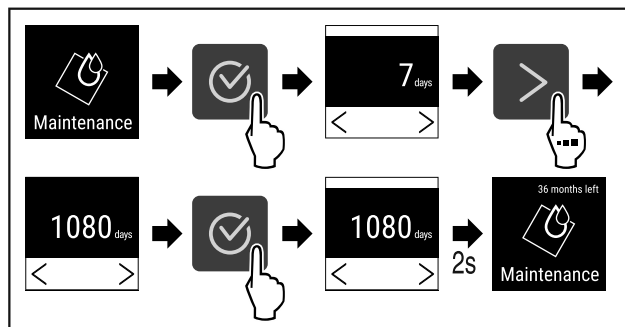

Fig. 78
- ▶ Vykonať kroky akcie (pozri Fig. 78).